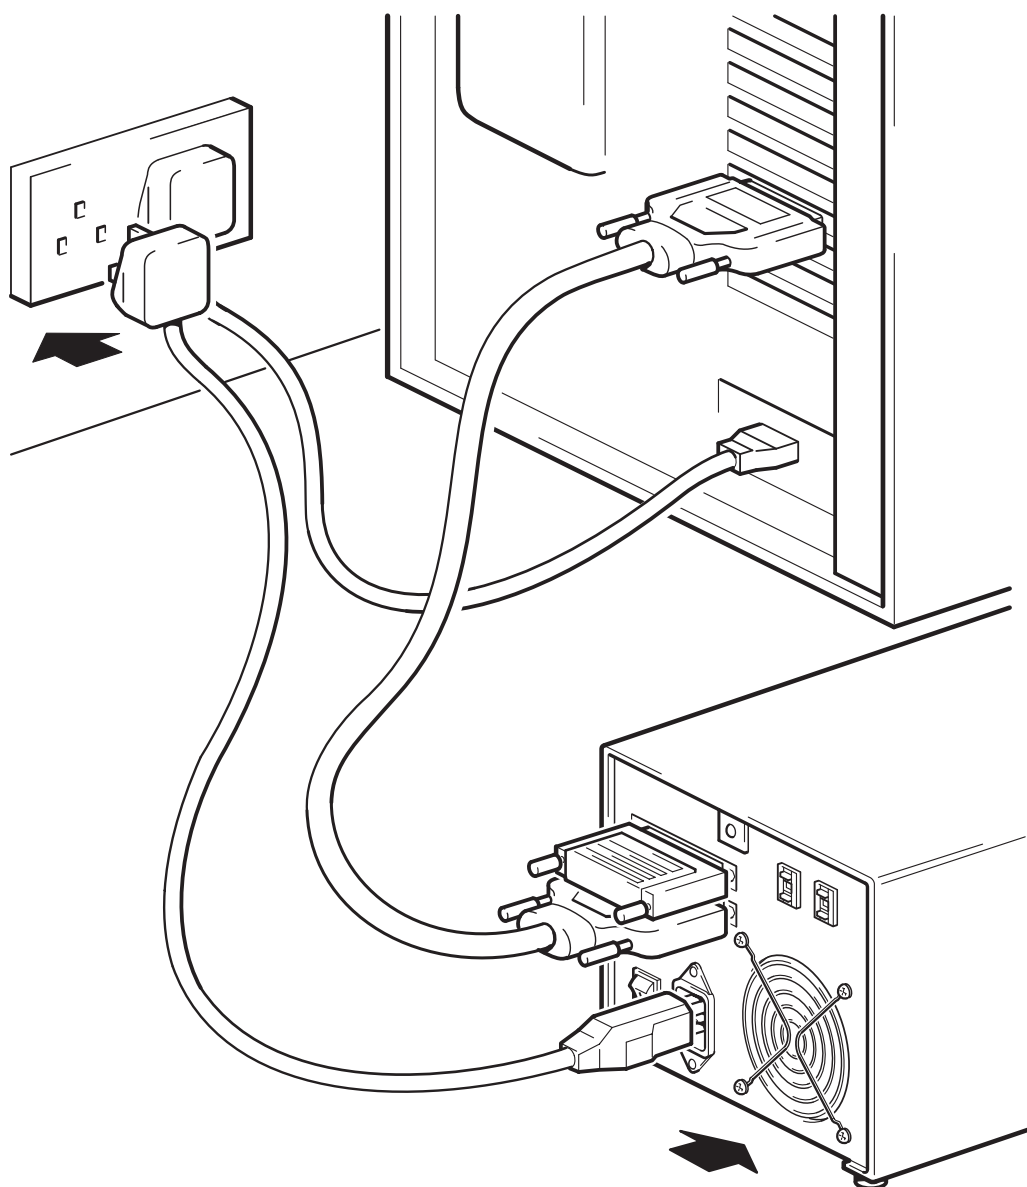

図 7: 電源ケーブルの接続
- 2 電源ケーブルをオートローダのリア・パネルのソケットにしっかりと差込みます (図 7 を参照)。